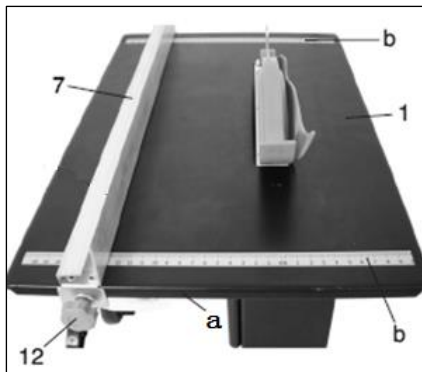
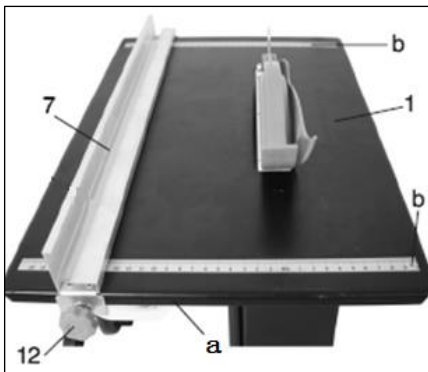

Рис. 4
Рис. 5
#### Регулировка параллельного упора (рис. 4/5)
Параллельный упор (7), поставляемый с дисковой пилой стандового типа, имеет две различные направляющие грани. Для толстого материала необходимо использовать параллельный упор (7), как показано на рис.4, для тонкого материала необходимо использовать параллельный упор (7), как показано на рис. 5.